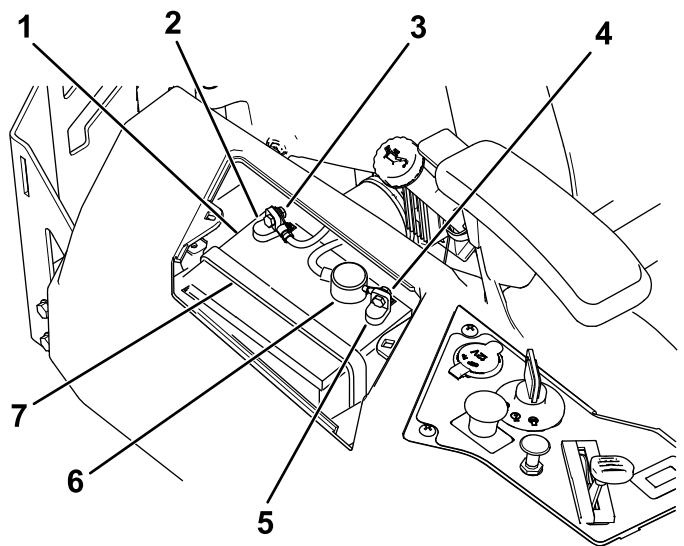

Figura 55
4. Staccate il cavo negativo (nero) di terra dal polo della batteria (Figura 55).
6. Staccate il cavo positivo (rosso) dal polo della batteria (Figura 55).
7. Togliete il dispositivo di fissaggio della batteria (Figura 55) e togliete la batteria dal vassoio.
1. Posizionate la batteria nella cassetta (Figura 55).
5. Fissate la batteria con l'apposito dispositivo (Figura 55).